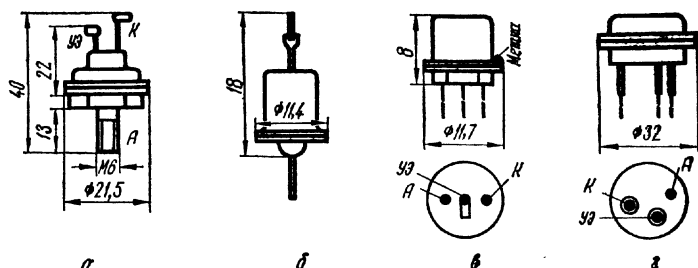

Рис. 272. Внешний вид и основные размеры тиристоров
**Д235 (А; Б; В; Г).** Кремниевые неуправляемые диоды (рис. 272, а). Диапазон рабочих температур от —60 до +100° С. Наибольшая температура корпуса 100° С.
Д238 (А; Б; В; Г; Д; Е). Кремниевые управляемые диоды (рис. 272, г). Диапазон рабочих температур от —60° С окружающей среды до 100° С на корпусе.
**КН102 (А, Б, В, Г, Д, Ж, И).** Неуправляемые переключающие диоды (см. рис. 272, б). Диапазон рабочих температур от —40 до +70° С.
**КУ101 (А; Б; Г; Е).** Переключающие управляемые диоды (см. рис. 272, в). Диапазон рабочих температур от —55 до +85° С. Метка возле вывода катода,
**КУ103 (А, Б; Г, Е).** Переключающие управляемые диоды (см. рис. 272, з). Диапазон рабочих температур от —40 до +55° С. Наибольшая температура корпуса 85° С.